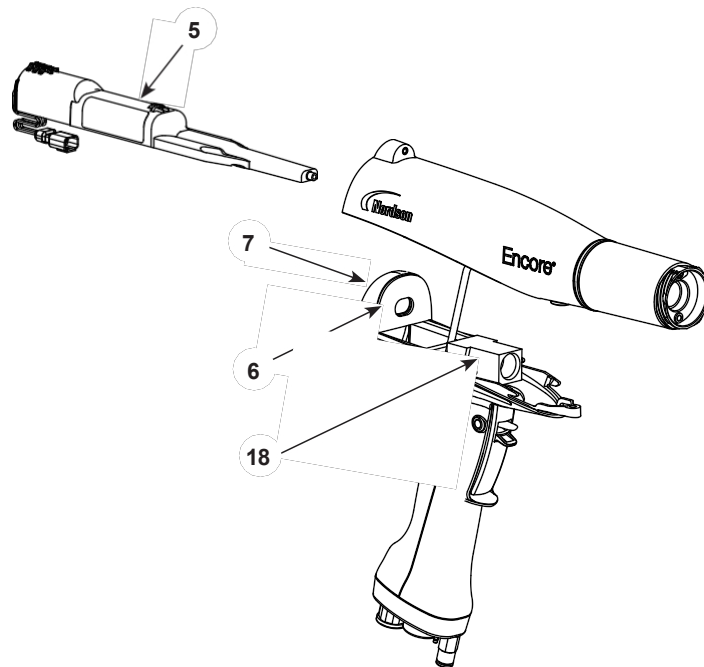
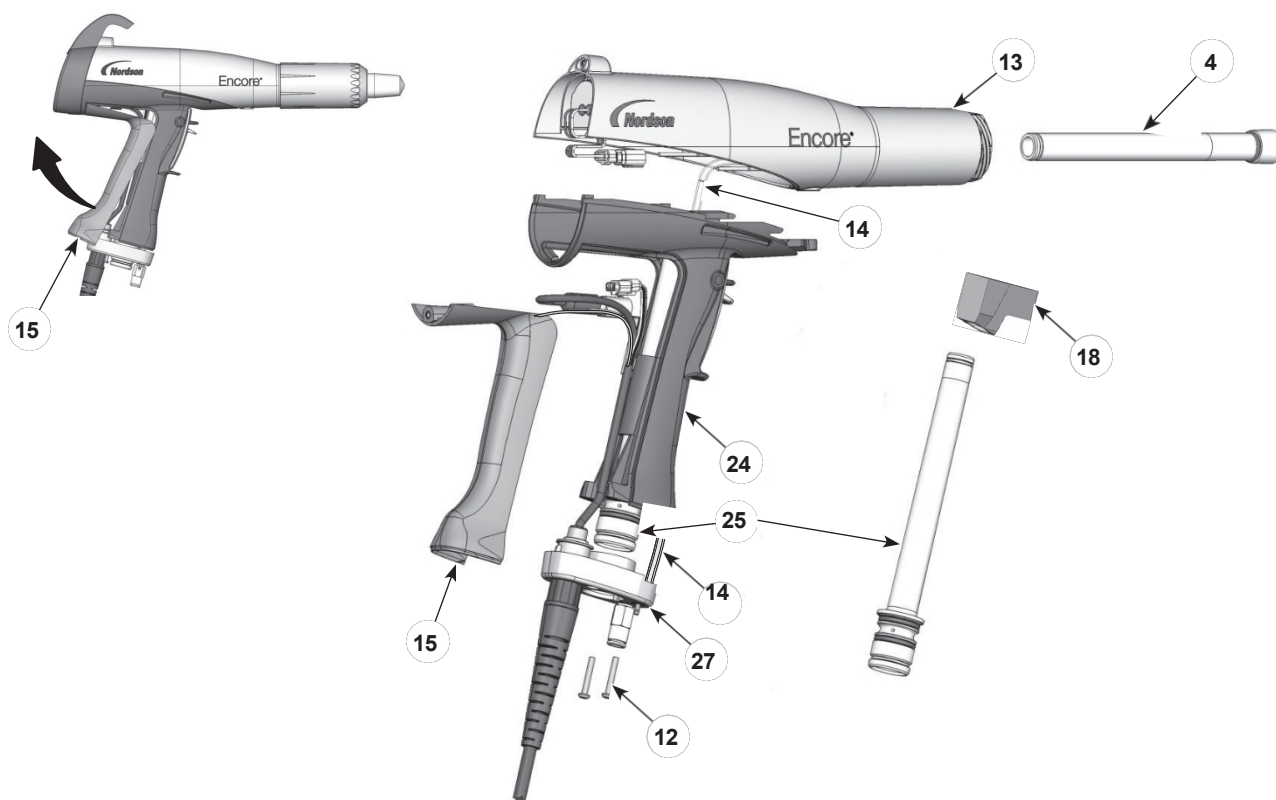

Figura 14 Scoaterea sursei de alimentare din corpul armei
Figura 15 Pulbere Înlocuirea căii
1. A se vedea figura 14. Scoateți sursa de alimentare (5) din corpul pistolului.
2. Verificați garnitura (6) de pe partea din spate a peretelui etanș (7). Înlocuiți-o dacă este deteriorată. Garnitura este atașată la peretele etanș cu adeziv sensibil la presiune.
1. A se vedea figura 15. Scoateți cotul (18) din tubul de admisie (25).
2. Scoateți cele două șuruburi M3 x 20 (12) din baza mânerului (27). Trageți baza departe de mâner, rotiți partea inferioară a plăcuței de masă (15) în sus și departe de mâner, apoi scoateți-o. Lăsați firul de împământare conectat la plăcuța de împământare.
3. Împingeți tubul de admisie (25) în sus și în afara bazei, apoi scoateți baza din drum și trageți tubul de admisie afară din mâner.
4. Împingeți tubul de evacuare (4) afară din partea din față a corpului pistolului (13).
1. A se vedea figura 15. Instalați tubul de evacuare (4) în corpul pistolului (13), cu capătul tubului la același nivel cu capătul pistolului.
2. Instalați tubul de admisie (25) în mâner (24), apoi instalați capătul tubului baza mânerului (27).
3. Împingeți baza mânerului aproape de mâner, apoi agățați capătul superior al plăcuței de sol (15) în corp și rotiți-l pe mâner. Asigurați-vă că firele de cablu nu sunt prinse sau blocate în timpul reasamblării.
4. Instalați baza mânerului pe mâner și pe plăcuța de masă și fixați-o cu cele două șuruburi M3 x 20 (12).
5. A se vedea figura 14. Instalați cotul pe tubul de admisie, cu capătul orientat spre partea din față a pistolului, după cum se arată.
1. A se vedea figura 14. Aliniați corpul pistolului cu mânerul și glisați-le împreună, prinzând nervurile interne ale corpului pistolului cu filele mânerului.